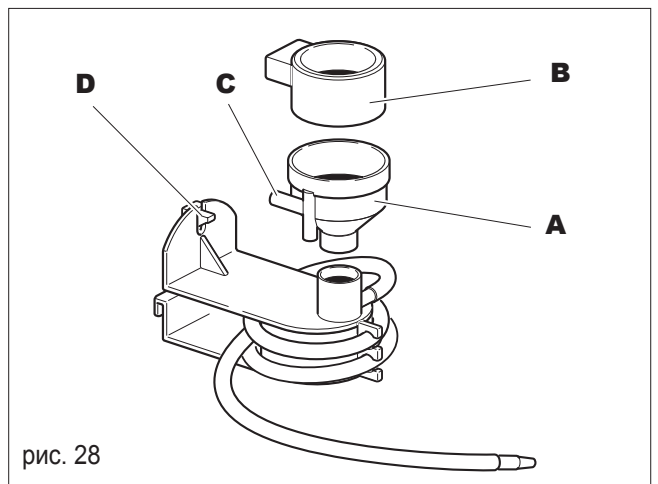

рис. 28
- Снимите воронку (А, рис. 28), сняв перед этим крышку воронки (В, рис. 28);
- Разъедините при этом силиконовую трубку подачи воды в воронку (С, рис. 28);
- Нажмите на указатель (D, рис. 28);